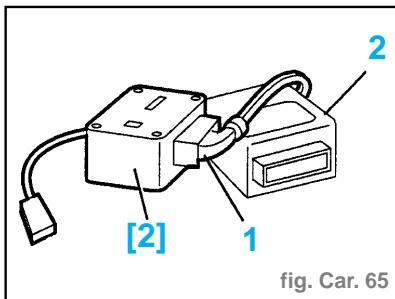

fig. Car. 65
- Débrancher le connecteur (1) du boîtier calculateur (2) (fig. Car. 65).